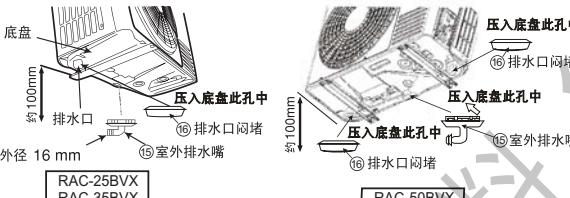

图29
- 2 请将机体在安装后,按图29所示将附件⑯室外出水嘴安装在出水孔中。